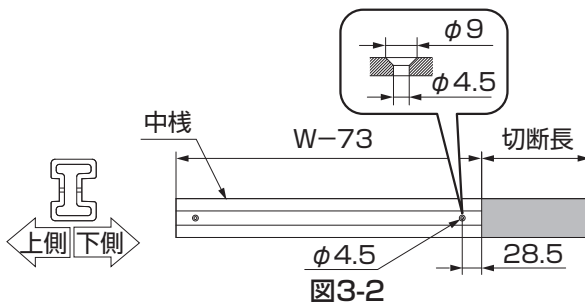

図3-2
- ④中栈を切断した側から28.5mmのところ、 $\phi 4.5$ の下穴と $\phi 9$ サヲ取り加工してください。(図3-2参照)